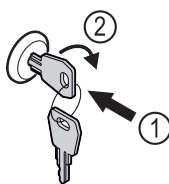

Fig. 125
- ▶ 按入钥匙。 Fig. 125 (1)
- ▶ 将钥匙顺时针转动 90°。 Fig. 125 (2)